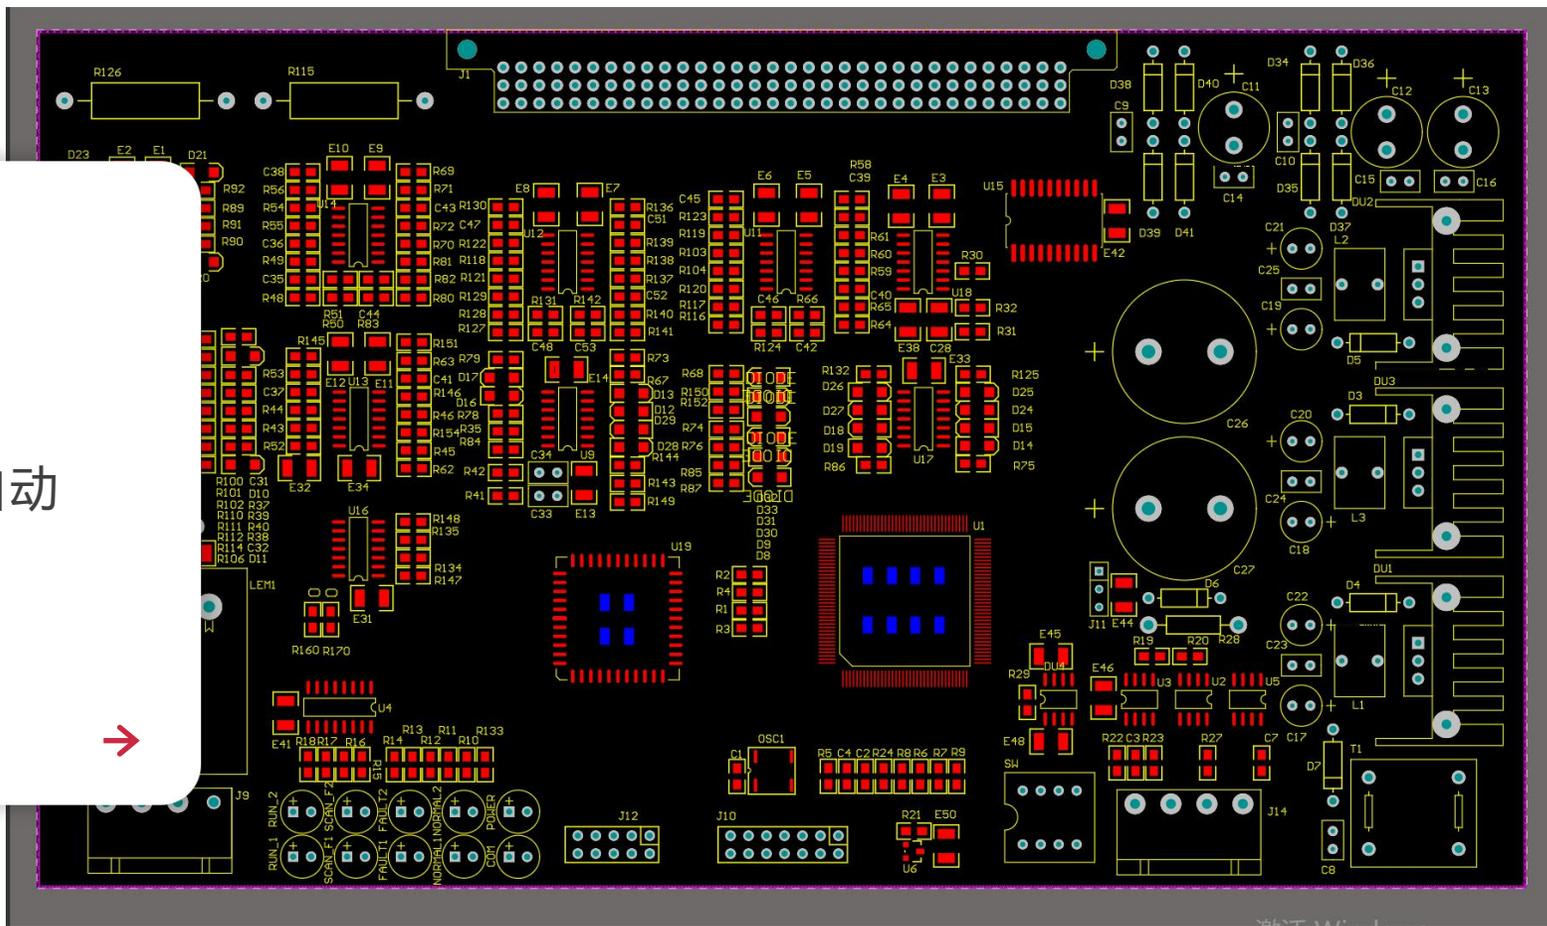

图7-73 手动布局的效果
3.对PCB元件进行布局，最好是手动布局，因为自动布局效果不太好，如图7-73所示。